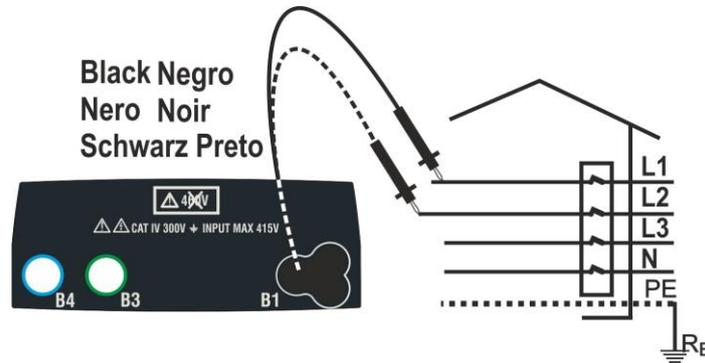

Fig. 35: Verificación de la secuencia de fase con puntas
2. Inserte el conector negro en la correspondiente entrada B1 del instrumento. Como alternativa, use el cable y los cocodrilos en los extremos de los cables. También es posible usar la punta remota insertando su conector multipolar en la entrada B1. Conecte los cocodrilos o la punta remota a la toma eléctrica según Fig. 35 o Fig. 36
5. Bajo estas condiciones, conecte los cocodrilos, las puntas o la punta remota a la fase L2 de acuerdo con Fig. 35 o Fig. 36.